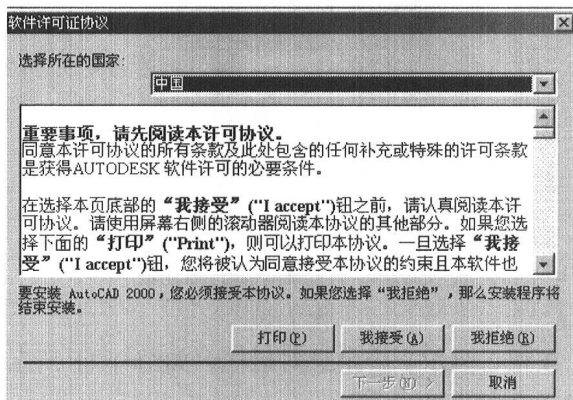

图 1-5
6) 单击“下一步”按钮,显示许可证协议对话框,如图 1-5 所示,选“我接受”,才显示下一步按钮,单击“下一步”按钮。